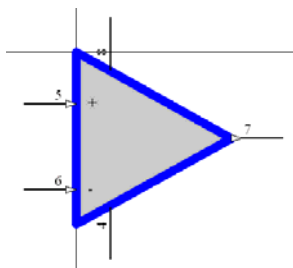

图 11-17 改变引脚序号
Step4 单击“原理图库标准”工具栏中的 (粘贴) 按钮，将复制的子部件原理图符号粘贴在“Part B”中，并改变引脚序号：7 引脚为输出端“OUT2”，6、5 引脚为输入端“IN2 (—)”、“IN2 (+)”，8、4 引脚仍为公共的电源引脚“VCC+”、“VCC—”，如图 11-17 所示。